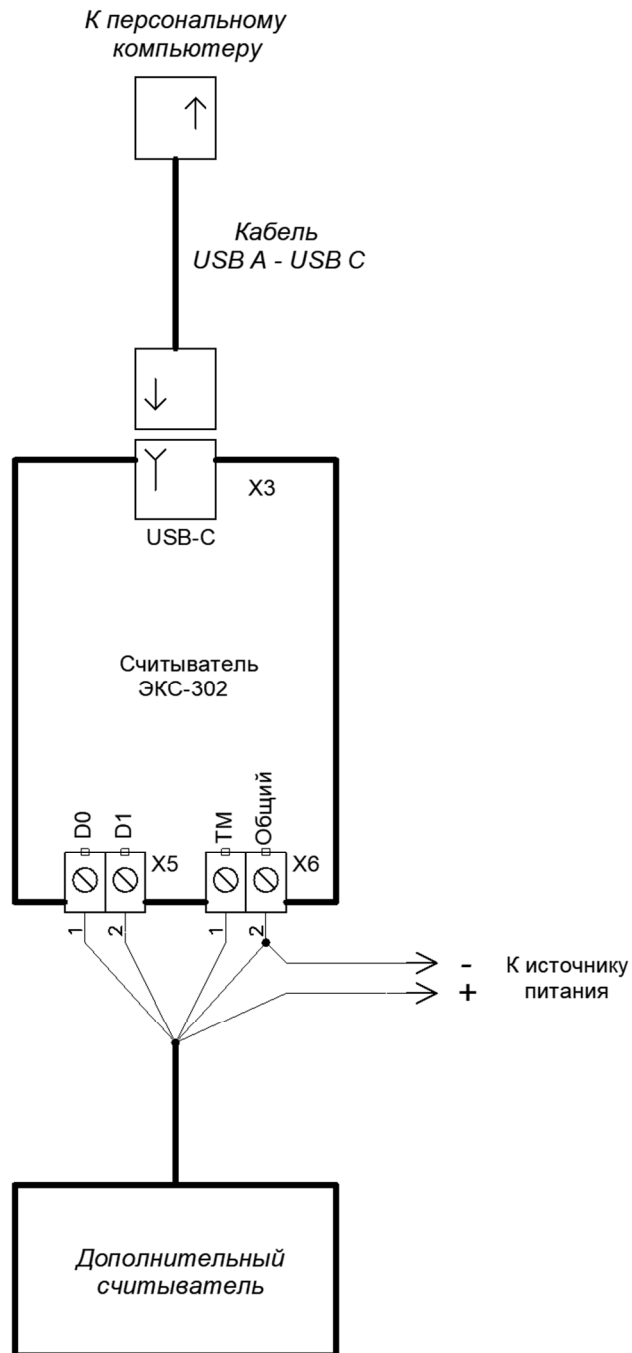

Рис.2. Схема подключения изделия.
6.5.2. Подключите дополнительный считыватель к клеммным колодкам X5, X6, руководствуясь эксплуатационными документами на считыватель и схемой подключения изделия на рис.2. В зависимости от интерфейса дополнительного считывателя задействуются линии D0 и D1 или линия TM.